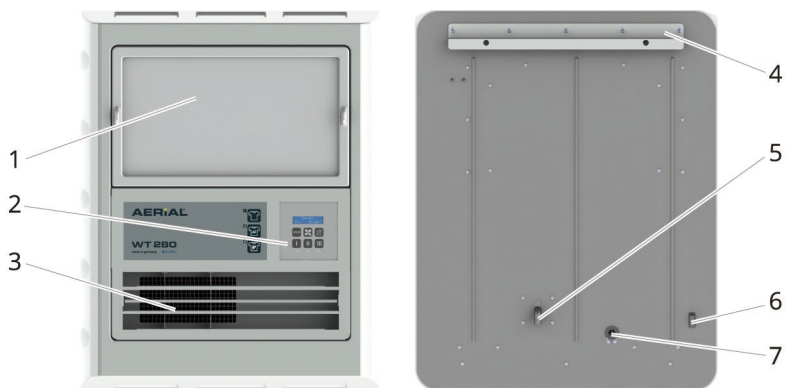

Fig. 1: Présentation de la série AERIAL WT
2. Soulevez le sèche-linge par le haut dans le rail mural de manière à ce que le rail de fixation à l'arrière (page 88, Fig.1, pos. 4) s'accroche dans le rail mural.